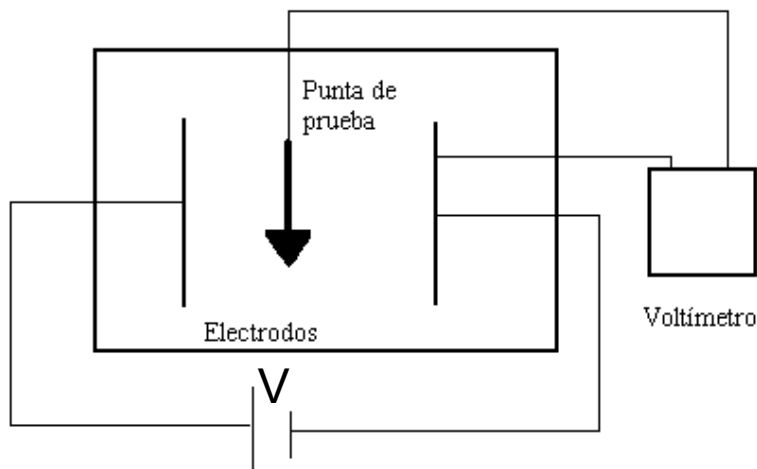

Figura 2
5. Conecta los electrodos a la fuente de alimentación, 10 V, y conecta el voltímetro y la punta de prueba siguiendo el esquema siguiente, figura 2:
- Seleccionamos el polímetro para medir voltajes en corriente continua. Realizar el montaje de la figura 2.